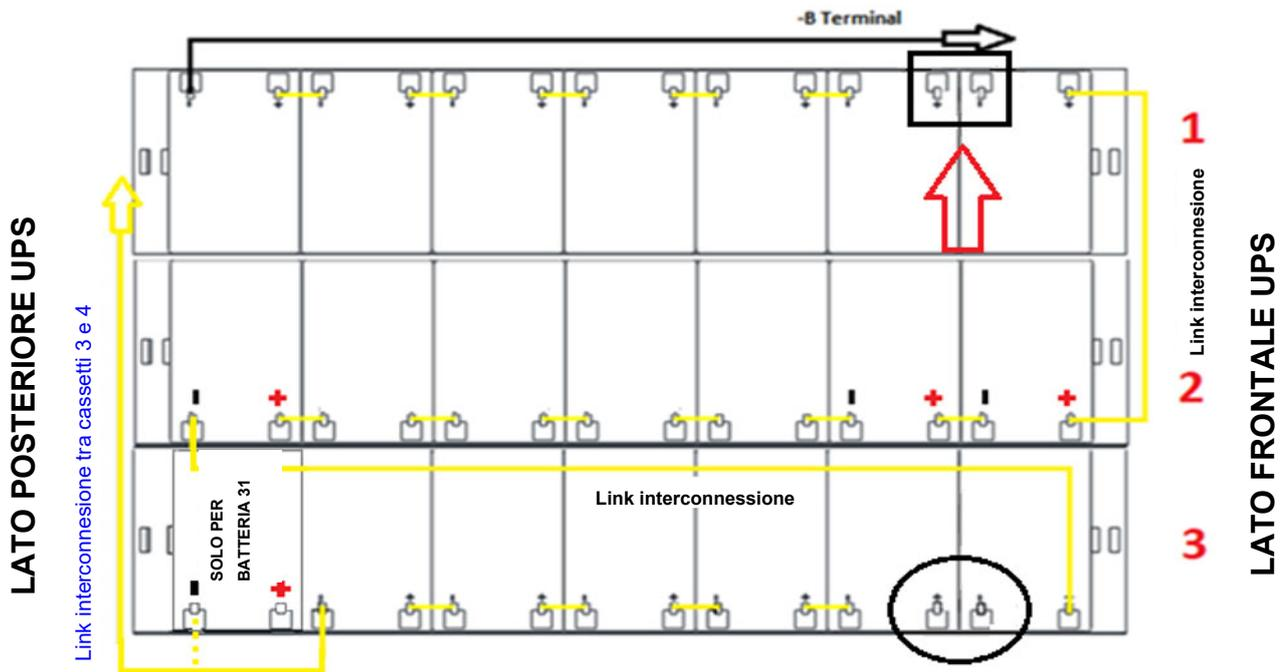

Figura 46 - Vista dall'alto piano N°1 con connessioni batterie
19) Dal lato destro dell'UPS estrarre parzialmente il cassetto n°1 e inserire il ponticello mancante come indicato in figura 46.